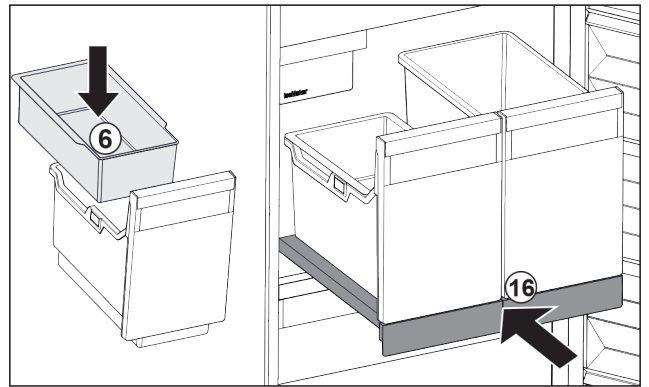

Fig. 146
- Inserire la vaschetta da agganciare Fig. 146 (6) per i cubetti di ghiaccio.
- Inserire il ripiano estraibile con il contenitore (IceTower). Fig. 146 (16)